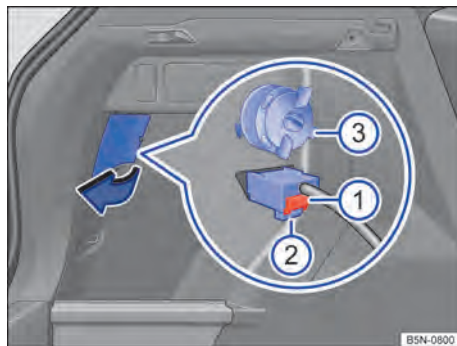

Fig. 217 Lateralmente no compartimento de bagagem: remover a lanterna traseira.
3. Abrir o recorte do revestimento lateral do compartimento de bagagem na área da lanterna traseira no sentido da seta → Fig. 217.
4. Remover a trava vermelha → Fig. 217 ① do conector e desconectá-lo ②. Se for o caso, usar uma ferramenta adequada para auxiliar na soltura do travamento vermelho.
5. Destravar o parafuso de fixação no sentido anti-horário → Fig. 217 ③.
2. Com uma mão, segurar a lanterna traseira na posição de instalação e com a outra apertar o parafuso de fixação → Fig. 217 ③.